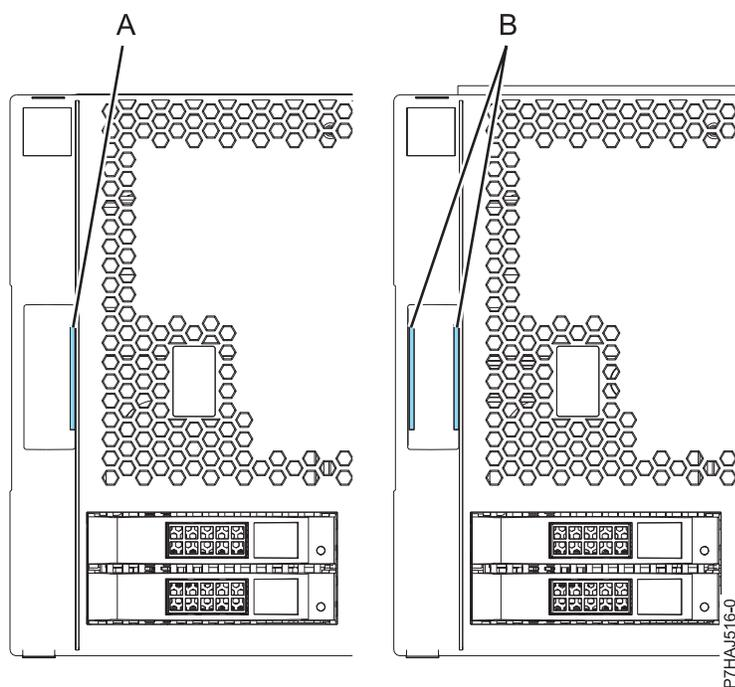

Figura 21. Identificación de las cubiertas antiguas y nuevas
**Nota:** Las cubiertas antiguas que se distribuyeron antes del 1 de marzo de 2011 se pueden identificar por una única banda azul (A) en los pestillos de las cubiertas. Las nuevas cubiertas distribuidas después del 1 de marzo de 2011 tienen dos rayas azules (B) en los pestillos de las cubiertas. Consulte Figura 21.